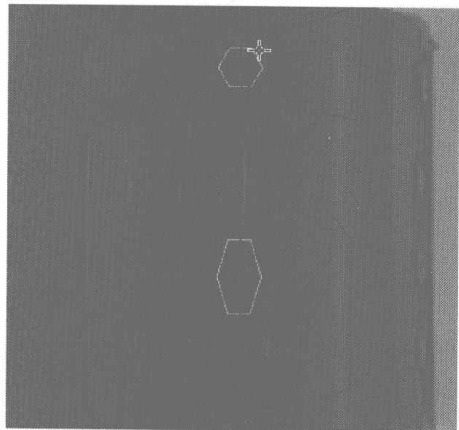
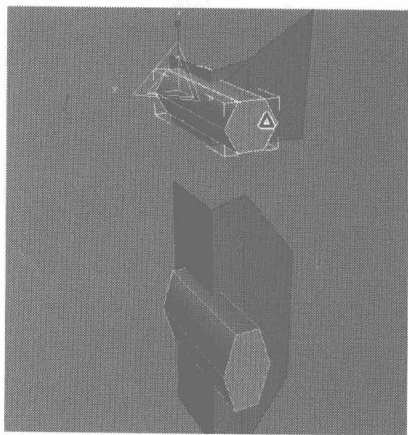

图 6.333
图 6.334
- 04 在 Create 控制面板中单击 **Cylinder** 按钮，在 Right 视图中建立多边形柱体，如图 6.333 所示，并将其移动到如图 6.334 所示的位置。